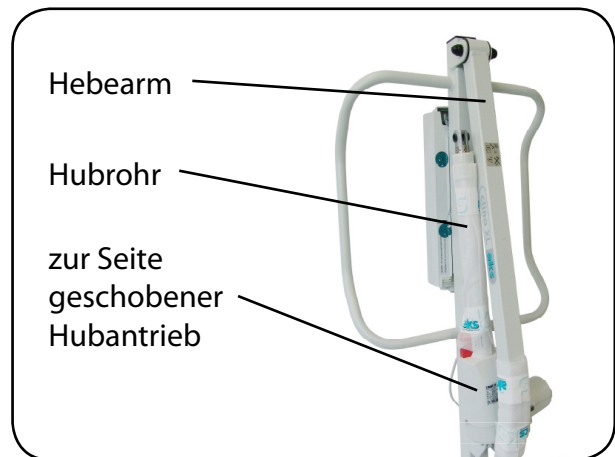

Abb. 8.7.02 - Hubantrieb und Hebearm
6. Schwenken Sie zuerst den Hubantrieb und anschließend den Hebearm zum Standmast. Der Hubantrieb muss dabei zur Seite geschoben werden, um für den Hebearm Platz zu schaffen. Ansonsten besteht die Gefahr der Beschädigung des Antriebrohres (Abbildung 8.7.02).